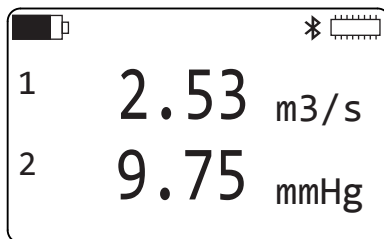

Figura 10
Desde la pantalla **Datos de medidas** (véase Figura 10), pulse 4 veces ▼ y luego una vez ►.
■ Desde la pantalla **Datos de medidas** (véase Figura 10), pulse ►.